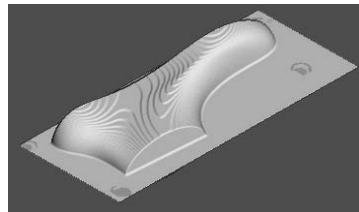

图 4-23 仿真加工结果 2
2) 在“仿真”工具栏的“当前刀具路径”下拉列表中选择要模拟的刀具路径 finish1，然后单击“执行”按钮，系统开始自动仿真加工，仿真加工结果如图 4-23 所示。